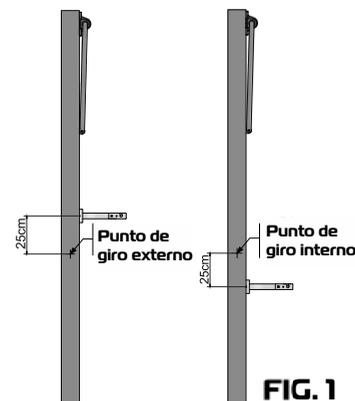

FIG. 1
- 2- En el caso que el portón abra hacia afuera, fije el brazo articulado, 25CM sobre el punto de giro. Para los casos donde el portón abra hacia adentro, posicione el brazo articulado, 25CM abajo del punto de giro del portón y a 90° (grados) del mismo, como lo muestra la Fig. 1